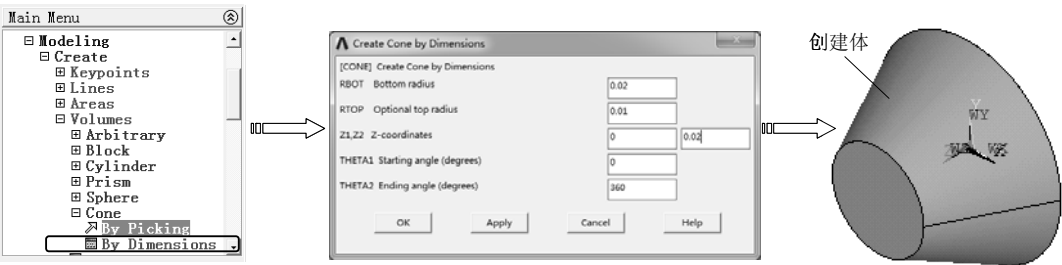

图 2-73 选择坐标创建圆台
(2) 选择坐标创建圆锥或圆台 选择“Main Menu>Preprocessor>Modeling>Create>Volumes>Cone>By Dimension”命令，弹出“Create Cone by Dimensions”对话框，在“Bottom radius”文本框中输入底面半径，在“Optional top radius”文本框中输入顶面半径，在“Z-coordinate”文本框中输入顶面和底面Z坐标，在“THETA1”和“THETA2”文本框中输入圆台截面的起止角度，然后单击“OK”按钮创建圆台，如图2-73所示。